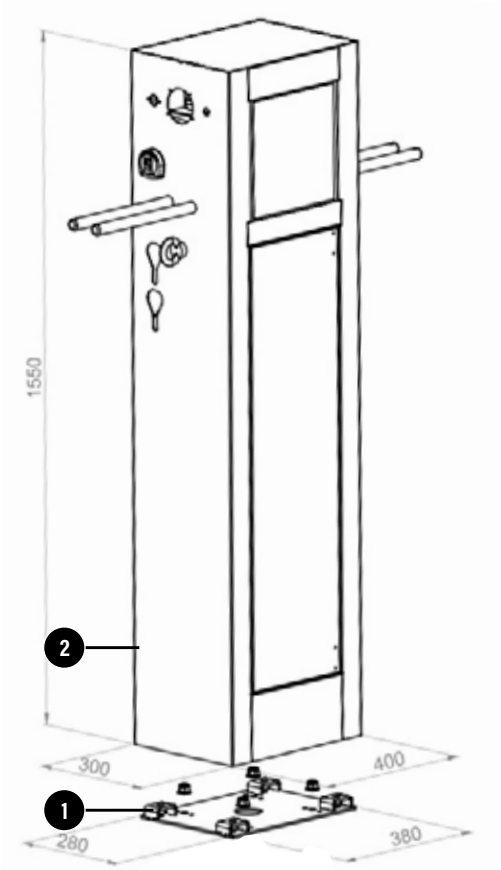

Fig. 12
2. Il montaggio della colonnina One avviene tramite la piastra di fissaggio fornita dal produttore, presente nell'imballo e normalmente fissata al bancale. Appoggiare la piastra (n.1 di Fig. 12) a terra e tracciare i punti di trapanatura, successivamente realizzare i fori.
5. Posare la colonnina (n.2 di Fig. 12) sulla piastra (n.1 di Fig. 12) e fissarla mediante i dadi in dotazione con una coppia di serraggio pari e non superiore a 150 Nm.